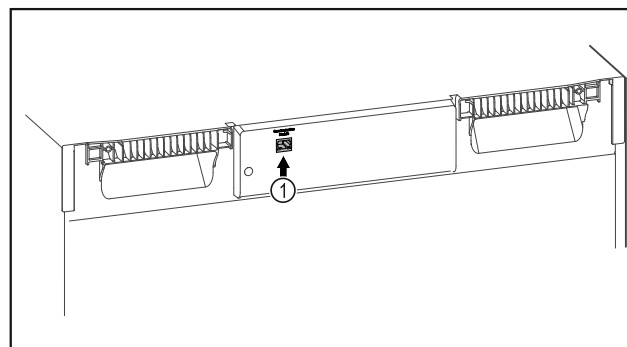

Fig. 112
- ☐ SmartModule Fig. 112 (1) je nasadený.